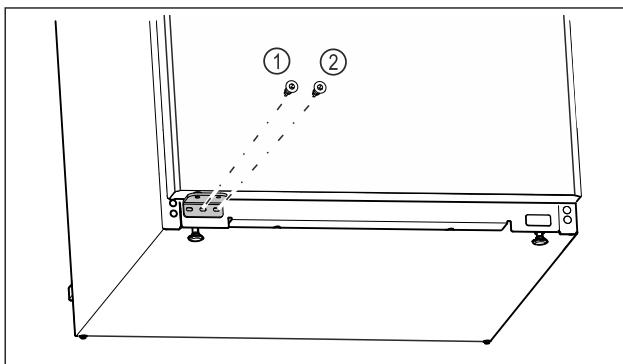

Fig. 25
- Затегнете централния винт на лагерната стойка Fig. 25 (1) с отвертка Torx 20.
► Затегнете вътрешния винт на лагерната стойка Fig. 25 (2) с отвертка Torx 20.